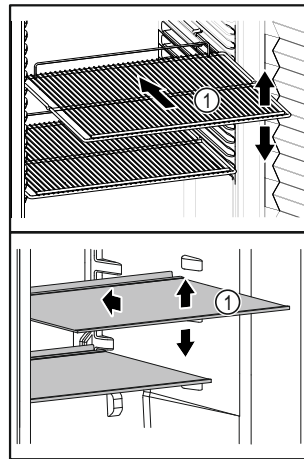

Fig. 65 Voorbeeld
- Als draagplateaus Fig. 65 (1) verstelbaar zijn, kunnen deze in de hoogte worden aangepast.